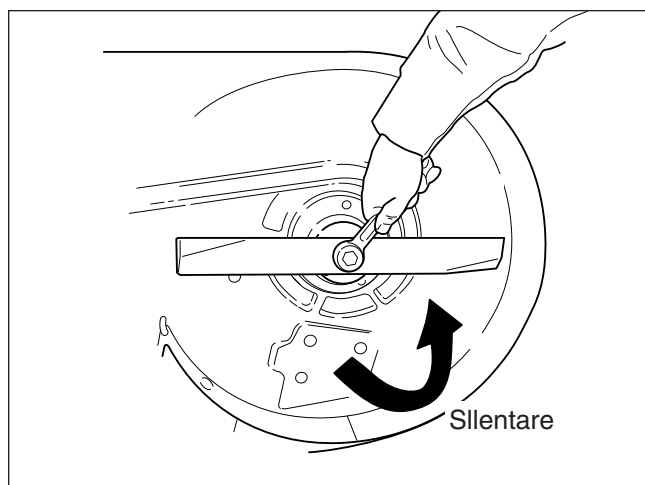

Figura 17. Rimozione della lama
4. Per rimuovere le lame onde affilarle, usare due (2) chiavi da 15/16 di pollice per togliere il dado dalla parte alte del bullone della lama. (Figura 17).